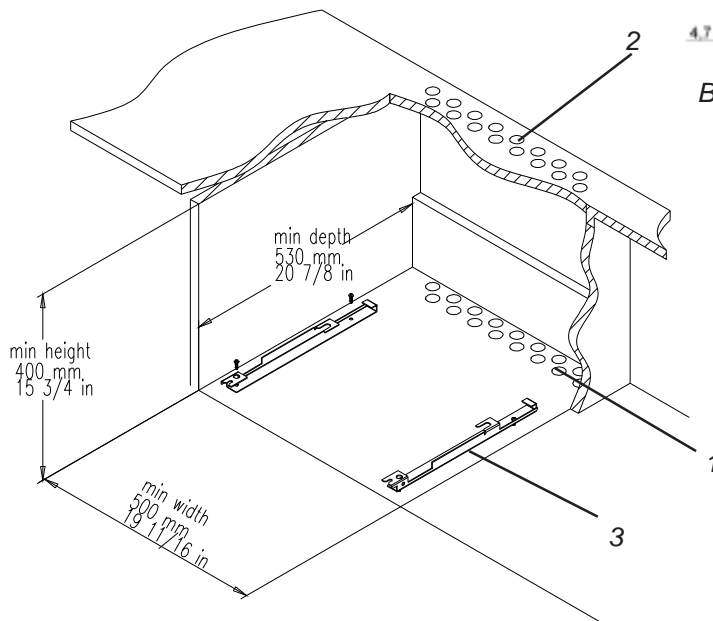

Bild 3: Monteringsöppningens mått.
Ugnen fästs med två monteringsstänger (bild 3 (3)), som skruvas fast i underlaget (4 st. universalskruvar 5x 16 mm). Se till att monteringsstängerna sitter ordentligt fast!